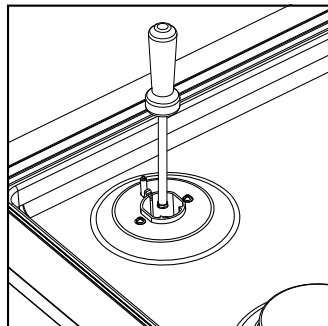

Fig. 1
- 4 Dévisser les injecteurs (les conserver en vue d'un usage futur) et les remplacer par les injecteurs appropriés (les dimensions sont inscrites sur le côté, p. ex., 70 = 0,70 mm). Voir Fig. 1.